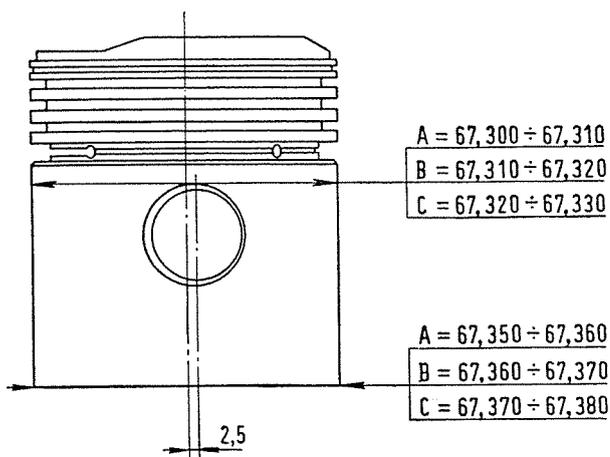

Abb. 32 - Kolbenabmessungen (Mod. « 500 Sport »).
**ANM.** - Die Masse der für Ausführung « 500 Sport » vorgesehenen Zylinder und Kolben sind in der Tabelle auf S. 22 sowie in Abb. 32 eingetragen.